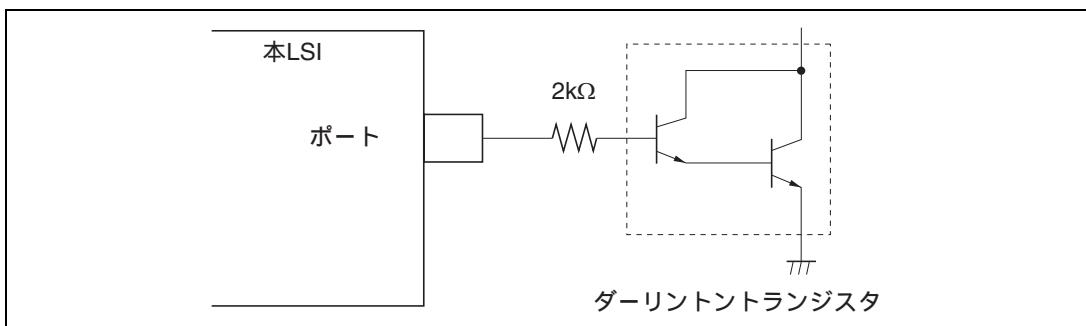

図 20.1 ダーリントントランジスタ駆動回路例
2. ダーリントントランジスタを直接駆動する場合には、図 20.1 に示すように、出力に必ず電流制限抵抗を挿入してください。